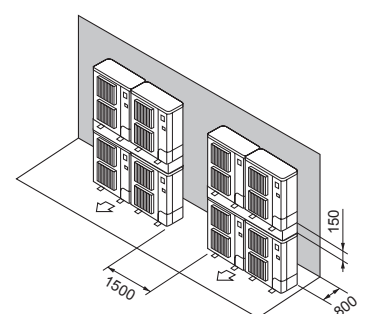

Fig. 2-19
- ⑦ Διάταξη μονάδων σε στοίβα (Fig. 2-19)